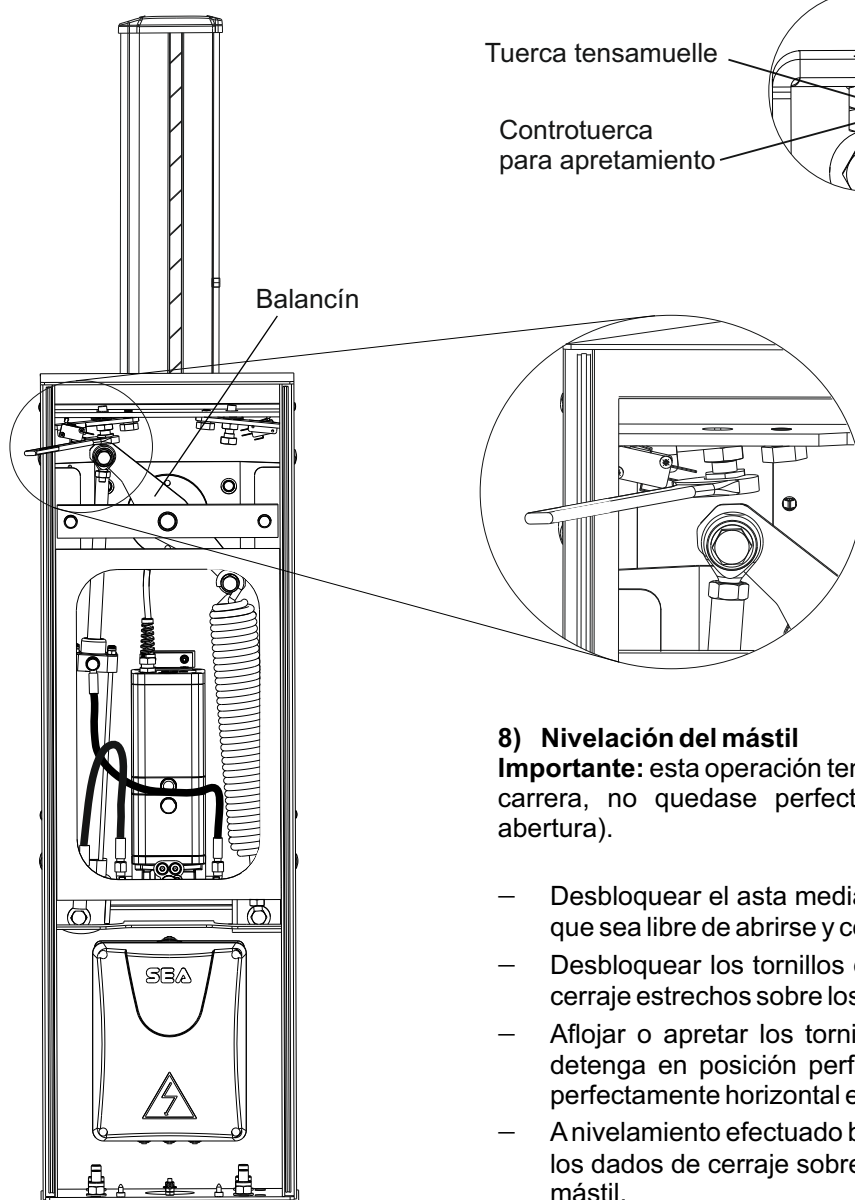

Fig. 14
- Desbloquear los tornillos del fin de carrera desatornillando los dados de cerraje estrechos sobre los stop mecánicos (Fig. 14).
- Aflojar o apretar los tornillos de final de carrera para que el mástil se detenga en posición perfectamente vertical en abertura, y en posición perfectamente horizontal en cierre (Fig. 14).